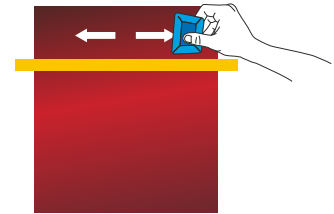

Abbildung 04
- › Die Verklebung der Folie mit einer Rakel, die zuvor mit Filz bezogen wurde, beginnen. Rakel in einem Winkel von 45° halten und von der Mitte her in Richtung Ränder glatt streichen. (Abb. 04)